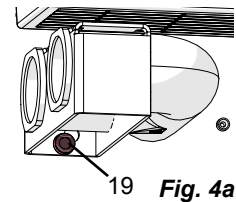

Fig. 4a
- ⇒ Desaperte o parafuso de cabeça estriada (19, Fig. 4a).
- ⇒ Fixe o suporte com o parafuso de cabeça estriada (19, Fig. 4a).